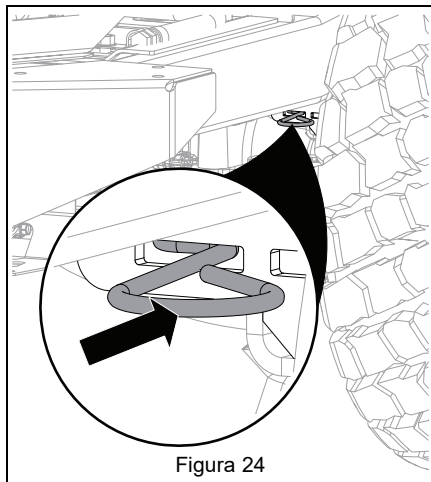

Figura 24
5. Gire las palancas de derivación de los transejes a la posición de funcionamiento. Consulte Figura 24.